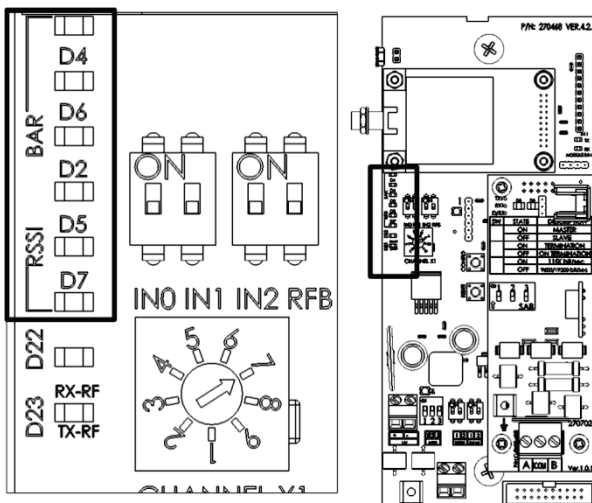

Figura 22: LED de intensidad de señal
- Figura 22: Cableado de una Communicator External Box a un RLINK One-485